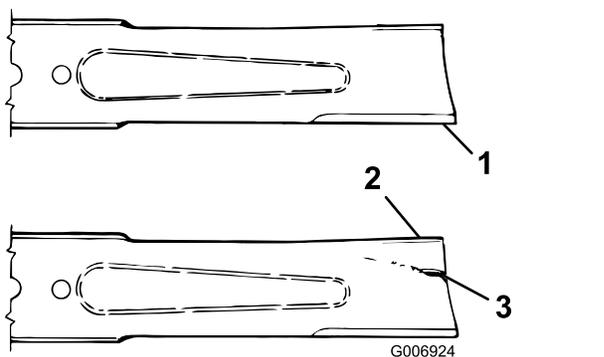

Figure 89
3. Examinez attentivement les tranchants de la lame, particulièrement au point de rencontre de la partie plane et de l'ailette (Figure 89).
d'utiliser la machine. Remplacez la lame si elle est usée (Figure 89) ; voir Dépose de la lame (page 73).
Si la lame est trop usée, une entaille se forme entre l'ailette et la partie plane (Figure 89). La lame peut alors se briser et un morceau être projeté du dessous de la machine, vous blessant gravement ou une personne à proximité.